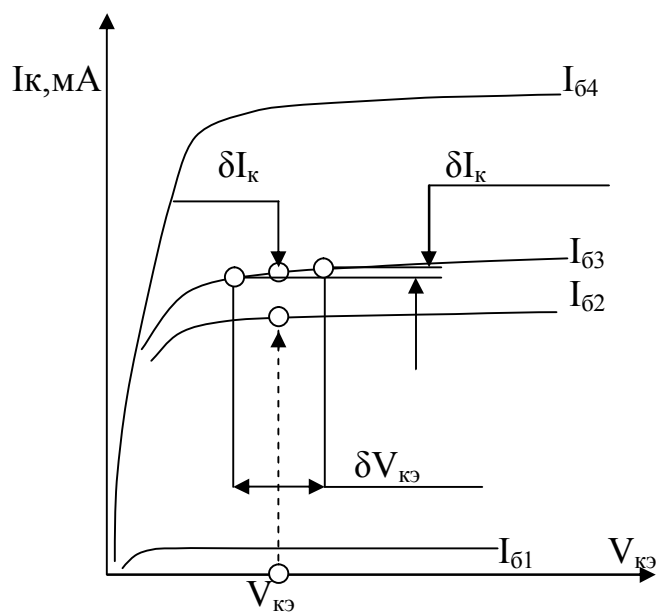

Рис. 3.4. Выходные характеристики транзистора, включенного по схеме с общим эмиттером.
9. По полученным данным построить семейство выходных характеристик, руководствуясь рис. 3.4.